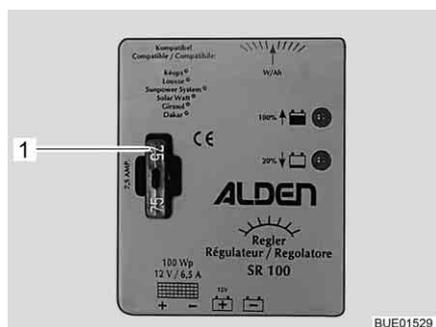

Fig. 166 Fusibile regolatore di carica del pannello solare 100 W
- Sostituire il fusibile piatto 5 A/marrone chiaro (Fig. 166,1).